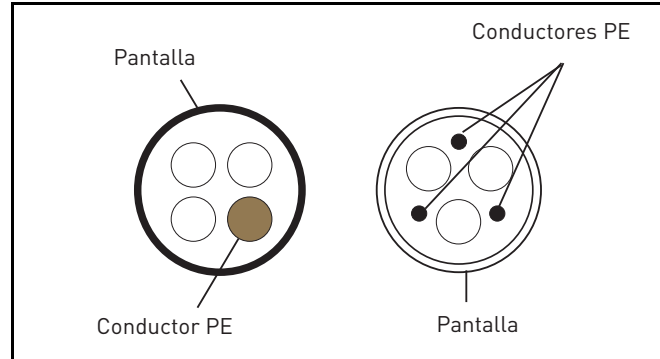

Figura 15.
- 2 = Cable de potencia simétrico provisto de hilo de protección concéntrico y diseñado para el voltaje de red específico (se recomienda MCMK o similar). Véase la Figura 15.
- 3 = Cable de potencia equipado con apantallamiento compacto de baja impedancia y diseñado para el voltaje de red específico (se recomienda MCKMK, EMCKMK o similar; con una impedancia de transferencia [1-30 MHz] de 100 mΩ/m como máximo). Véase la Figura 15.